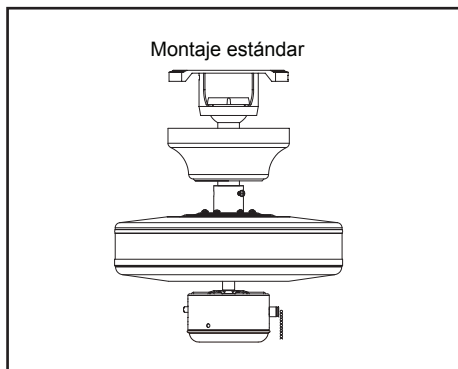

Figura 8
4. Con cuidado alza el conjunto del ventilador hasta el soporte de montaje en el techo. Asegúrate de que la pestaña en el soporte de montaje esté bien asentada dentro de la ranura de la esfera de soporte. (Figura 8)